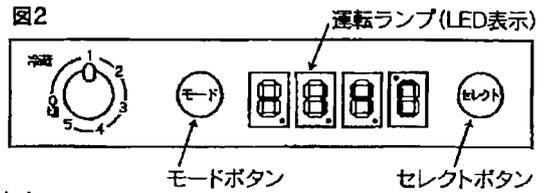

図2
2. つぎに冷蔵庫のサーモダイヤルを「1～5」にします。運転ランプが点灯(赤色)します。(P.9 図2)
2. 配線が終わりましたらエンジンを始動し、サーモダイヤルを「1~5」にします。(図2)